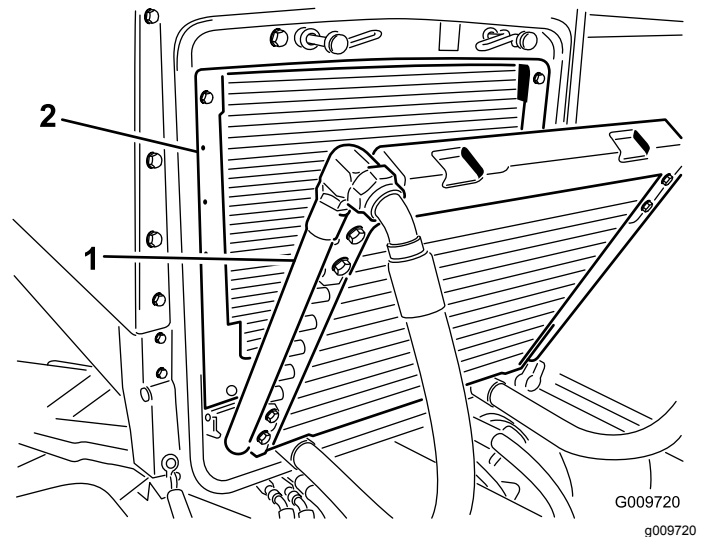

Figura 52
3. Gire el enfriador hacia atrás. Limpie a fondo ambos lados del enfriador de aceite y la zona del radiador (Figura 52) con aire comprimido. Empezando en la parte delantera, sople los residuos hacia la parte trasera. Luego, limpie desde atrás, soplando los residuos hacia adelante. Repita este procedimiento varias veces hasta eliminar todos los residuos.